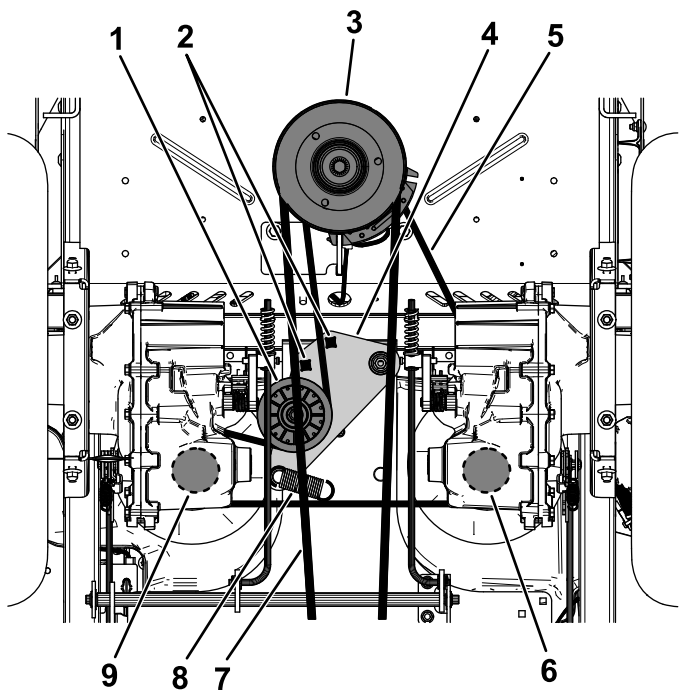

Figura 86
5. Utilice una llave de carraca de $\frac{1}{2}$ " o similar en uno de los orificios cuadrados del brazo tensor para aliviar la tensión del muelle tensor (Figura 86).
6. Retire la correa existente de la polea tensora, de las 2 poleas de transmisión de la bomba hidráulica y de la polea del motor (Figura 86).
7. Instale la correa nueva alrededor de la polea tensora, la polea del motor y de las 2 poleas de la bomba hidráulica (Figura 86).